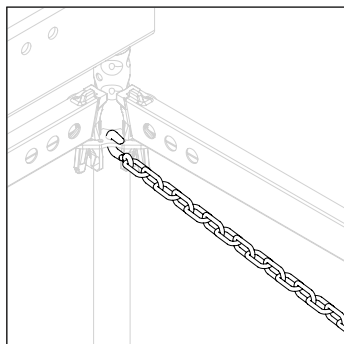

Fig. A10.02c
3. Hæng forskallingskæden (37) på vertikalsøjlen. (Fig. A10.02c)